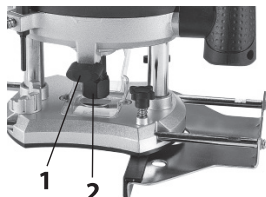

рис.2
3.2.2 Снятие и установка фрез (рис.2)
Нажмите на фиксатор шпинделя (рис.2 поз.1) и проворачивайте гайку цангового патрона (рис.2 поз.2), пока она не дойдет до фиксатора. Во время выполнения этой операции держите фиксатор шпинделя нажатым. Отпустите гайку цангового патрона с помощью ключа. Установите шпиндель фрезы в цанговый патрон. Затяните гайку цангового патрона так, чтобы фреза была зажата в нужном положении. Когда Вам надо будет снять фрезу, отпустите гайку цангового патрона.